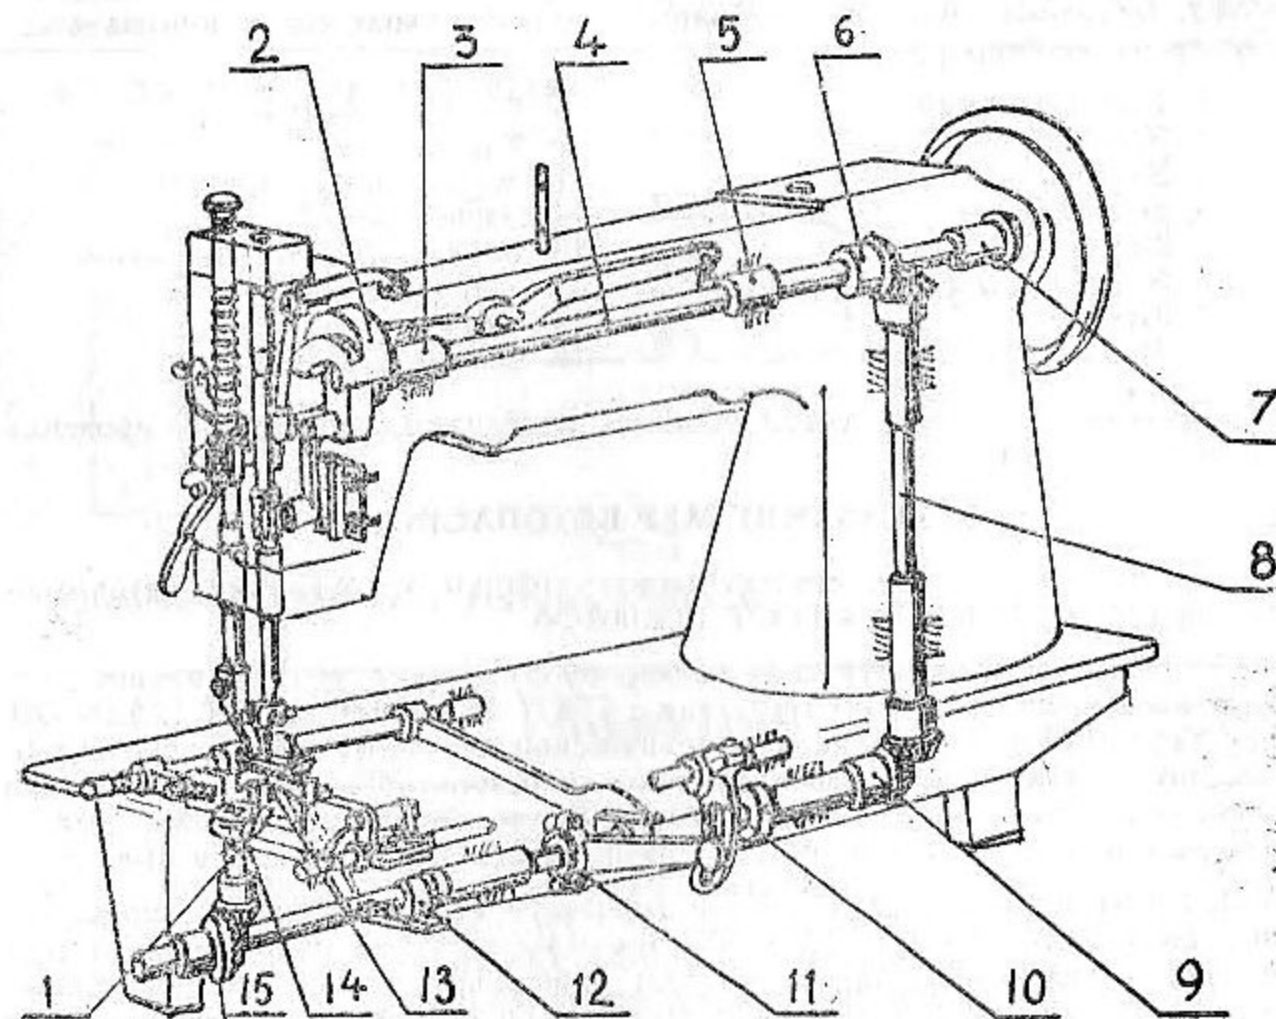

Рис. 1
4.2. Основные сборочные единицы и детали, входящие в кинематическую схему машины (рис. 1):